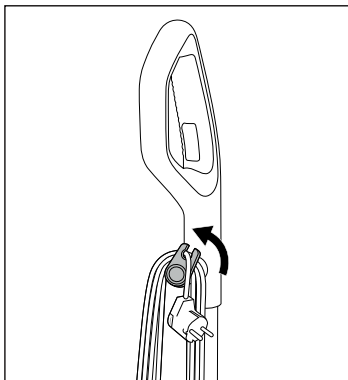

Fig. 43
- ♦ Sortez légèrement le support de cordon supérieur **16** et tournez-le à nouveau vers le haut (voir fig. 43).